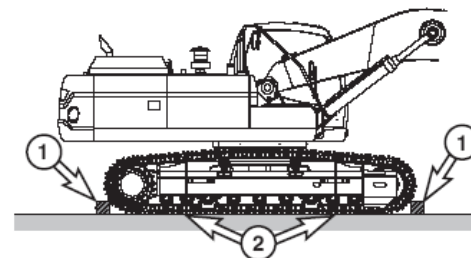

Рис. 152
13. Перед началом транспортировки убедиться, что экскаватор закреплен на трейлере. Установить блокирующие устройства (1, рис. 152) перед и за каждой гусеницей. Использовать цепи или кабельное крепление (2) согласно требованиям местных законов о перевозке.